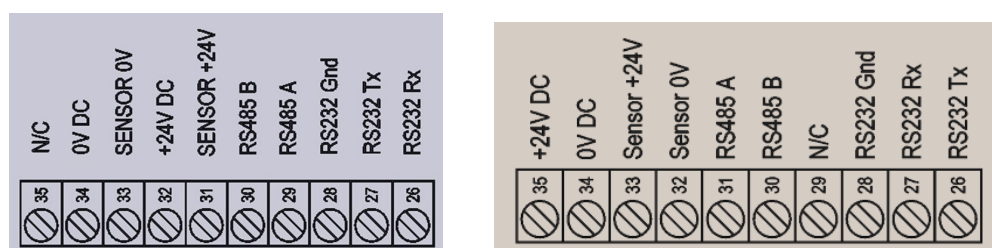

Figure 9 : HC06 et HC07 - différences de branchement du connecteur à 10 broches
L'Hydro-Control (HC07) a été conçu pour utiliser le même connecteur physique à 10 broches pour l'alimentation électrique et la connexion à la sonde que celui utilisé dans les installations HC06. Toutefois, **les raccords de câblage du connecteur à 10 broches varient entre les appareils HC06 et HC07**, voir la Figure 9.
La Figure 9 montre la différence de configuration de câblage entre l'installation HC06 et les connexions requises par HC07.
- En recâblant le connecteur HC06 pour qu'il corresponde au branchement HC07 (voir la Figure 9).
Lorsqu'aucun faisceau adaptateur HC06 à HC07 (pièce n°7060) n'est disponible, la configuration de câblage du bornier à 10 broches peut être modifiée pour correspondre au branchement du câblage du bornier HC07, voir la Figure 9.